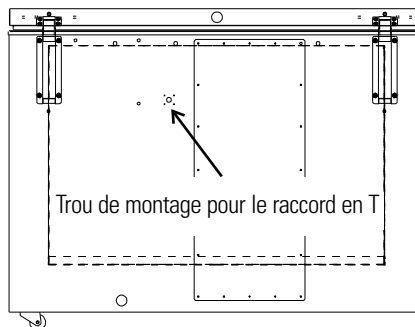

Figure 6-1. Emplacement de montage
1. Localiser le trou de montage pour installer l'ensemble raccord en T d'injection. Voir la Figure 6-1.